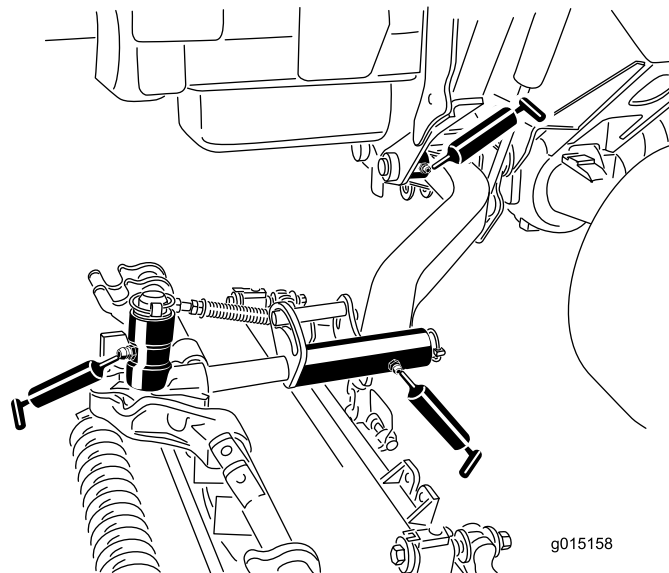

Figura 68
- Casquillos de pivote de los brazos de elevación (1 por unidad de corte) (Figura 68)
- Bastidor de tiro de la unidad de corte (2 por unidad de corte) (Figura 68)
- Pivotes de los brazos de elevación de las unidades de corte (1 por unidad de corte) (Figura 68).